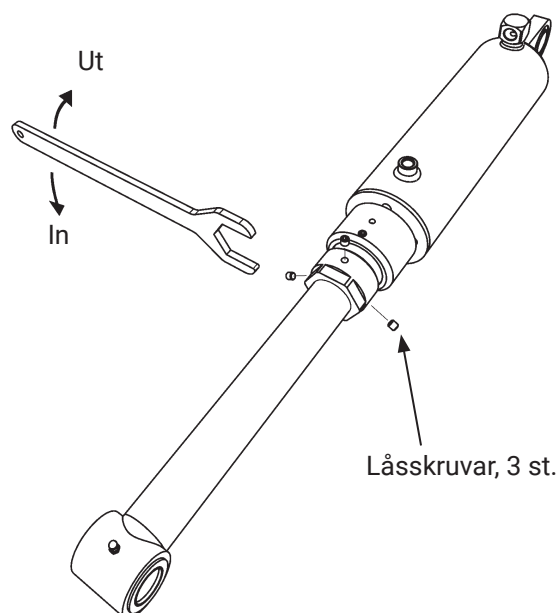

Bild 40. Justering av tiltvinkel
5. Lossa de tre låsskruvarna på den andra tilt-cylindern. Bild 40.
6. Vrid justerhylsan så att tiltcylindern passar mot infästningen på plattformen. Se Bild 40.